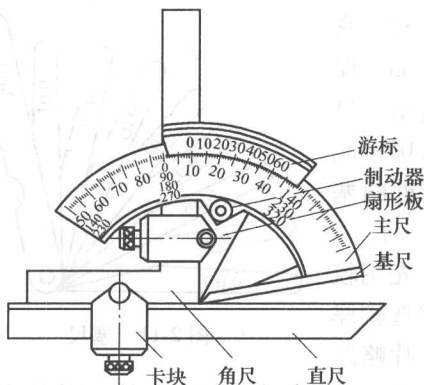

图 2-13 游标万能角度尺
1. 游标万能角度尺的构造 其构造如图 2-13 所示。它由基尺、主尺、角尺、直尺和游标等组成。基尺与主尺连在一起,扇形板带动游标能沿主尺移动,角尺可用卡块固定在角尺